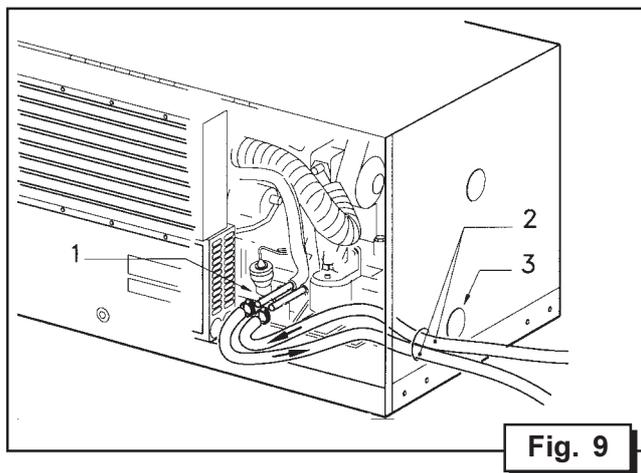

Fig. 9
All'interno del gruppo si trovano i due raccordi (Fig. 9 rif. 1) contraddistinti dalle diciture "GASOLIO" e "RITORNO GASOLIO" ai quali vanno collegati i tubi provenienti dal serbatoio (Fig. 9 rif. 2). E' importante che tutti i collegamenti vengano assicurati con fascette in grado di garantire la massima tenuta ed evitare che penetrino, all'interno del circuito di alimentazione, bolle d'aria creando problemi di funzionamento. Per il passaggio dei tubi attraverso le pareti della cassa insonorizzante utilizzare gli appositi fori (fig. 9 rif. 3) provvisti di guarnizioni.
Inside the generator are two pipe fittings (Fig. 9 Ref. 1) marked 'DIESEL OIL' and 'DIESEL OIL RETURN' to which the pipes from the tank must be connected. (Fig. 9 Ref. 2)
It is important to secure all connections with clamps able to guarantee maximum air-tightness in order to prevent air bubbles penetrating inside the feed circuit. These can cause running problems. Pass the pipes through the special lined holes (Fig. 9 Ref. 3) in the walls of the soundproof casing.
A l'intérieur du groupe se trouvent deux raccords (Fig. 9 Réf. 1) portant les inscriptions "GAS-OIL" et "RETOUR GAS-OIL" auxquels doivent être reliés les tuyaux provenant du réservoir (Fig. 9 Réf. 2). Il est important que tous les branchements soient équipés de collier en mesure de garantir l'étanchéité maximum afin d'éviter que des bulles d'air, qui engendrent des problèmes de fonctionnement, ne pénètrent à l'intérieur du circuit d'alimentation. En ce qui concerne le passage des tuyaux à travers les parois du carénage insonorisant, utiliser les orifices appropriés (Fig. 9 Réf. 3) dotés de joints.
Im Inneren des Aggregates befinden sich zwei Anschlüsse (Abb. 9, Pos. 1) mit den Aufschriften "DIESEL" und "DIESEL-RÜCKLAUF", an die die vom Tank kommenden Schläuche (Abb. 9, Pos. 2) angeschlossen werden. Es ist wichtig, daß alle Anschlüsse mit Schellen gesichert werden, die die höchste Dichtigkeit garantieren, um zu verhindern, daß Luftblasen in den Kraftstoffkreislauf gelangen und zu Funktionsstörungen führen könnten. Für den Durchgang der Schläuche durch das schalldämpfende Gehäuse die entsprechenden Bohrungen (Abb. 9, Pos. 3) mit Dichtungen
Al interior de la unidad se encuentran los dos racores (fig. 9 ref. 1), marcados con las indicaciones "GASOLEO" y "RE-TORNO GASOLEO", a los cuales deben ser conectados los tubos provenientes del depósito (fig.9 ref.2). Es importante que todas las conexiones sean apretadas con abrazaderas capaces de garantizar máxima hermeticidad, a fin de evitar que al interior del circuito de alimentación penetre aire que, formando burbujas, provocaría problemas de funcionamiento. Para el paso de los tubos a través de las paredes de la caja de insonorización deben ser utilizados los respectivos orificios (fig.9 ref. 3) provistos de guarniciones.